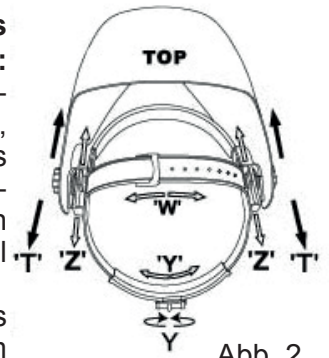

Abb. 2
• Stellen Sie den Umfang des Kopfbands (Abb. 2 Y) ein, indem Sie den Knopf auf der Rückseite drehen. Dies kann durch Tragen der Maske erfolgen und ermöglicht eine feste Einstellung der Maske auf dem Kopf, ohne zu stark zu straffen.
• Lösen Sie die seitlichen Klemmnoppen (Abb. 2 T) und lösen Sie die Sicherungsschrauben (Abb. 2 Z) auf beiden Seiten. Schieben Sie sie nach vorne oder hinten, um den Abstand der Maske von Ihrem Gesicht einzustellen. Es ist wichtig, dass sich Ihre Augen im gleichen Abstand vom Filter befinden.